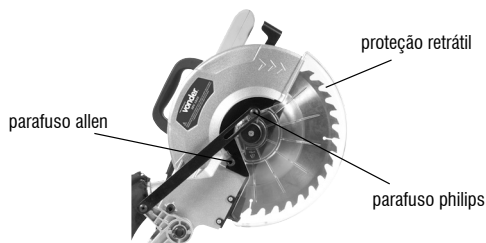

Fig. 12 – Procedimento para trocar a lâmina de serra
- Abra a proteção retrátil para a posição mais elevada (fig. 12);
- k. Posicione a capa de proteção retrátil (fig. 12);